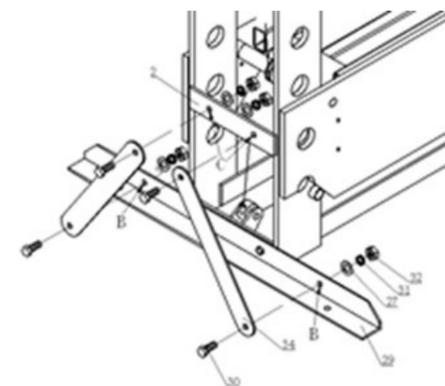

Рис. 2
4.2 Прикрутите 4 опорных пластины (34) к раме корпуса (часть В и С) при помощи болтов М12Х30 (30), шайб 12 (27), пружинных шайб 12 (31) и гаек М12 (32) (см. рис.2).